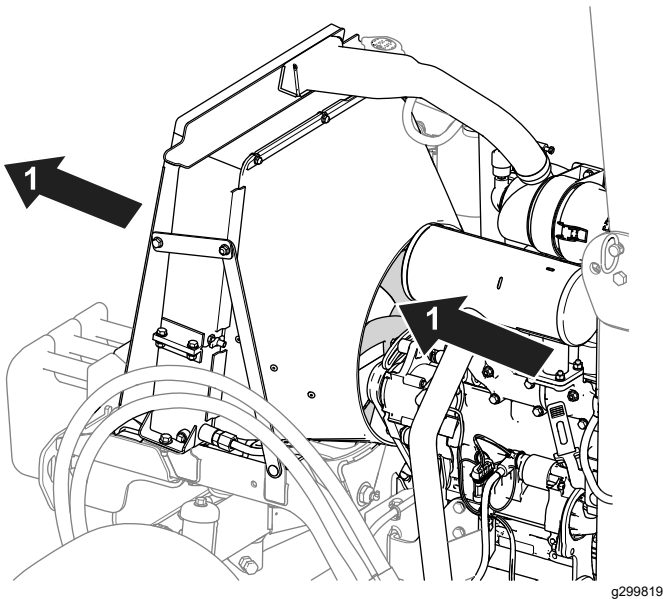

Figure 75
- Nettoyez les ailettes du radiateur à l'air comprimé. Dirigez l'air de l'intérieur vers l'extérieur de la machine (Figure 75).